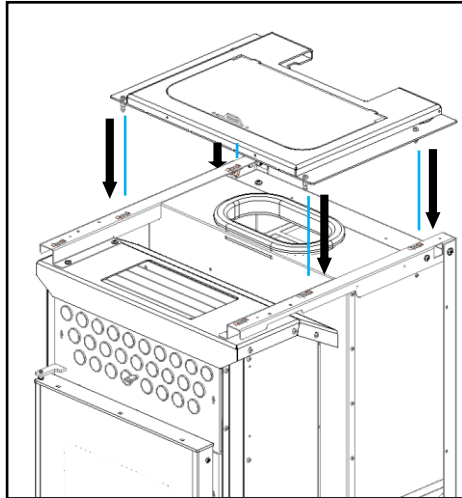

Figura 101 – Colocação do tampo superior
a) Colocar o tampo superior como demonstra a Figura 101. Para garantir que o tampo fica devidamente colocado, este contém quatro pinos na parte inferior que devem encaixar nas molas que se encontram na estrutura.